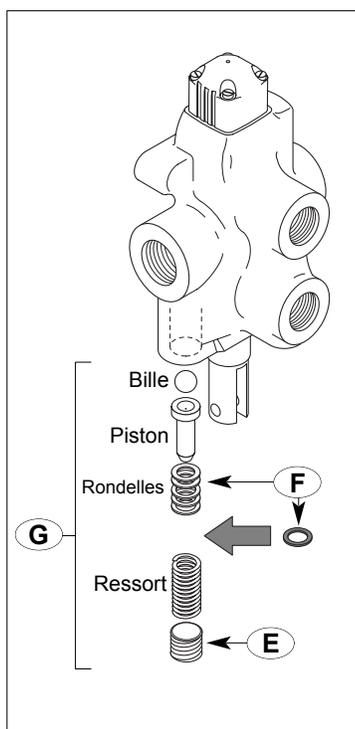

fig. 6
1. Dévisser le bouchon de la pression — *fig. 6 détail E.*